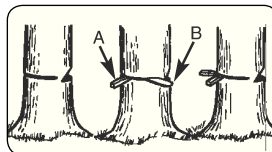

Рис. 11C
1. Используйте деревянные или пластмассовые клинья (A), чтобы предотвратить заклинивание шины или цепи (B) в срезе. Клинья также управляют валку (Рис. 11C).